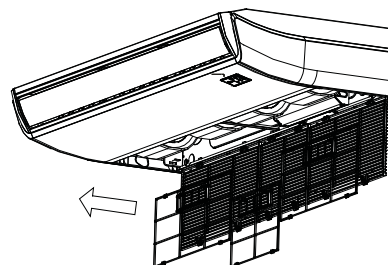

Fig.6-3
- Directement extraire le filtre à air comme indiqué sur la Fig. 6-3.
- Re-installer le filtre à air dans la position inverse (voir Fig. 6-3).